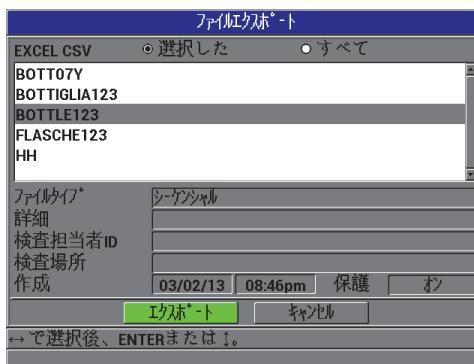

図 8-6 ファイルエクスポート画面
- ファイル エクスポート画面で (141 ページ図 8-6 参照)、次の中からいずれか 1 つを選択します。